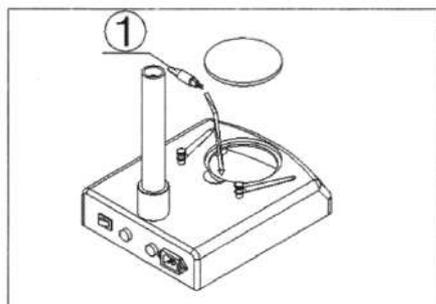

Рисунок 11
4. Верните обратно рабочую панель (см. рисунок 11).